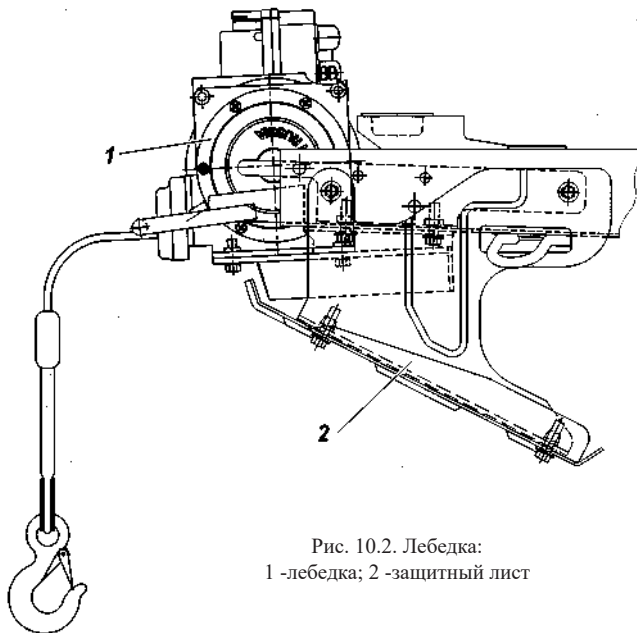

Рис. 10.2. Лебедка:
**Автомобильная лебедка** (при наличии) с питанием от бортовых аккумулятора и генератора предназначена для вытягивания Вашего автомобиля и облегчения ему движения, а также вытягивания других машин или грузов в то время, как Ваша будет «стоять на якорю» в стационарном положении (рис. 10.2).